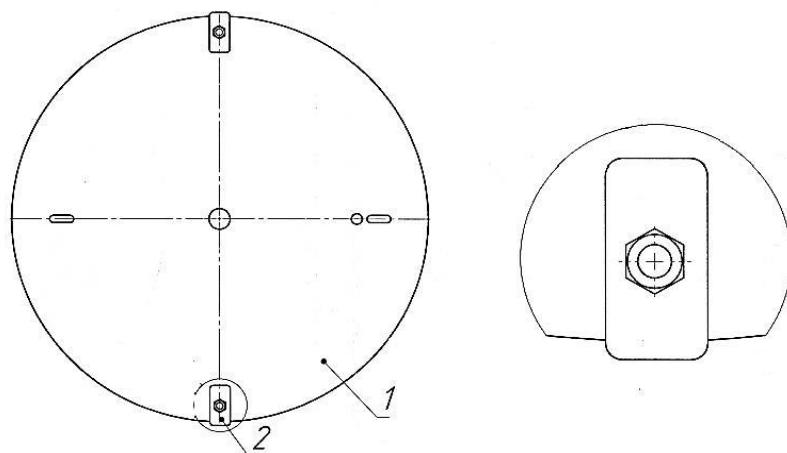
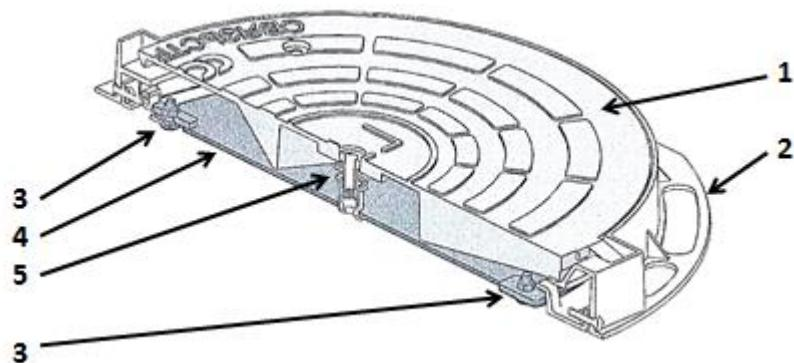

Рис. 3. Нижняя стальная крышка устройства УЗЛ-Л ССД с установленными заглушками.
Рис. 4. Разрез устройства УЗЛ-Л ССД с видом запорного механизма
1.4. На нижней стальной крышке установлены две стальные задвижки (рис. 3). Задвижки могут двигаться по продолговатым отверстиям в крышке. Для приведения нижней стальной крышки в запертое положение обе задвижки сдвигаются в корпус до упора и фиксируются в этом положении своими гайками (рис. 4) с помощью торцевого ключа с накидной головкой 17 мм (в комплект поставки не входит).
1.5. После этого верхняя чугунная крышка устанавливается на своё место в люке. При этом зафиксированный в чугунной крышке винт запорного механизма устанавливается точно над подвижной гайкой нижней крышки (рис. 4).